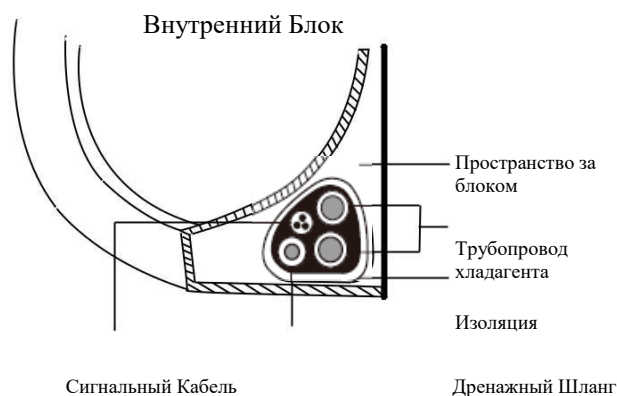

Рис. 3.10
1. Свяжите дренажный шланг, трубопровод хладагента, и сигнальный кабель в соответствии с **Рис. 3.10**.
3. Плотнo обмотайте изолентой сигнальный провод, трубопровод хладагента и дренажный шланг вместе. Дважды проверьте, что все детали связаны в соответствии с **Рис. 3.10**.